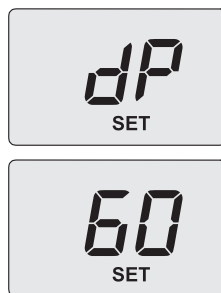

Figura 7.5
- Una vez ajustado el valor a **4** (deshollinador activado al máximo de agua sanitaria) pulse el botón 13 para confirmar. El display muestra **dP** alternado con la temperatura máxima en agua sanitaria (Figura 7.5).